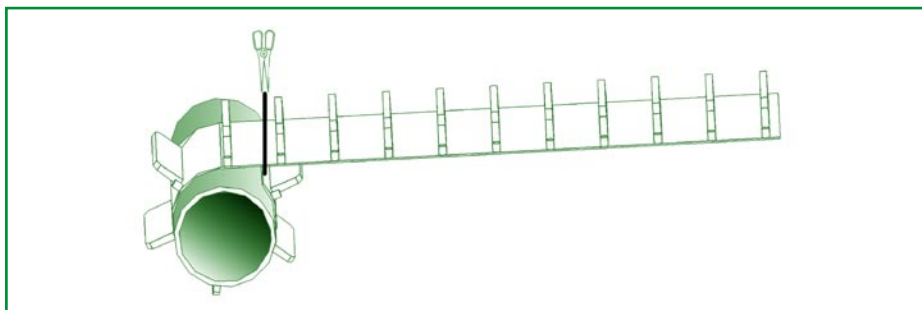

Fig. 2
2. Avvolgere il **MODULO** intorno al tubo, per stabilire la lunghezza utile a formare il collare, e tagliarlo (**Fig. 2**).
Wrap the **MODULE** around the carrier pipe to determine the correct length. Cut the **MODULE** at the given point (**Fig. 2**).